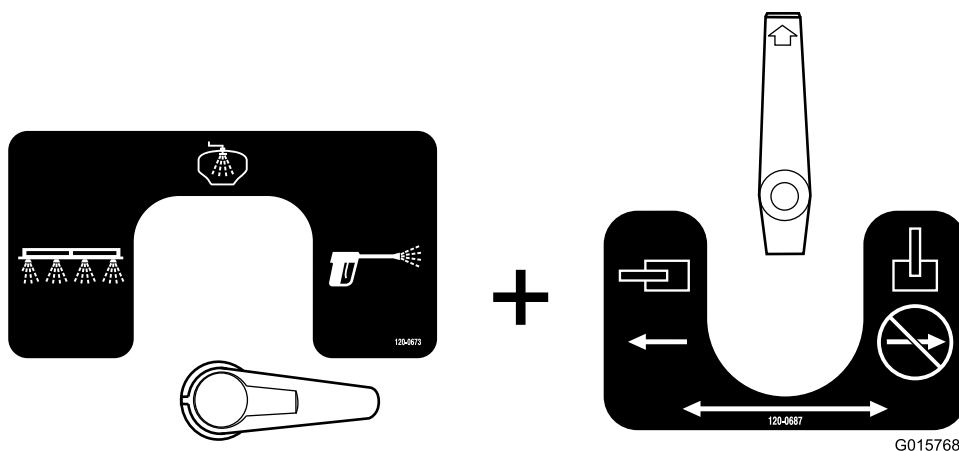

Figura 35
- Esta é a configuração da pistola de pulverização (Figura 35). Utilize esta configuração para pulverizar a água de lavagem pela pistola de pulverização manual.